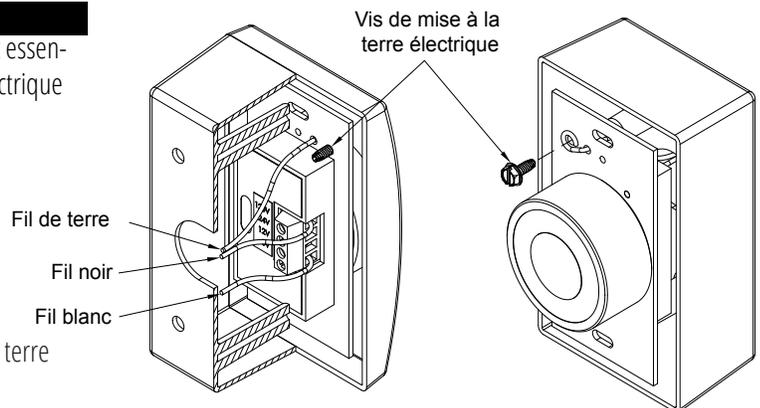

Figure 5.2 Connexion avec la vis de mise à la terre pour le réglage 120V AC
- Lors de l'utilisation d'une source d'alimentation de 120 V AC, il est essentiel de fixer solidement le fil de terre à la vis de mise à la terre électrique désignée, comme illustré à la figure 5.2.